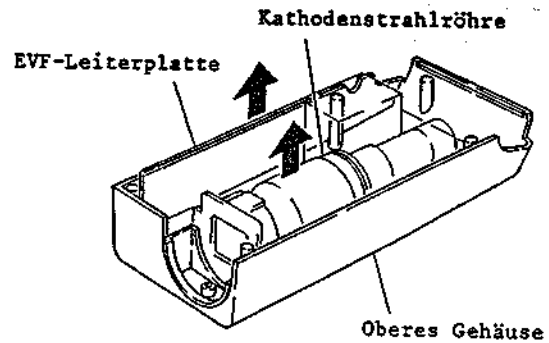

Abb. 2-107 Ausbau des oberen Gehäuses
### 5-2 Ausbau des oberen Gehäuses (Abb. 2-107)
2. Die Leiterplatte des elektronischen Suchers (EVF-Leiterplatte) und die Kathodenstrahlröhre in Pfeilrichtung abnehmen (siehe Abb. 2-107).
2. Das obere Gehäuse abnehmen (siehe Abb. 2-107).